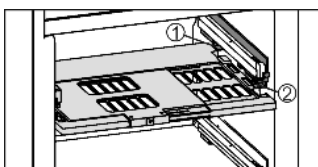

Fig. 18
- ▶ Установка пластины регулировки влажности: поперечные ребра крышки на пластине вставить через низ в задний держатель Fig. 18 (1) и защелкнуть спереди на держателе Fig. 18 (2).